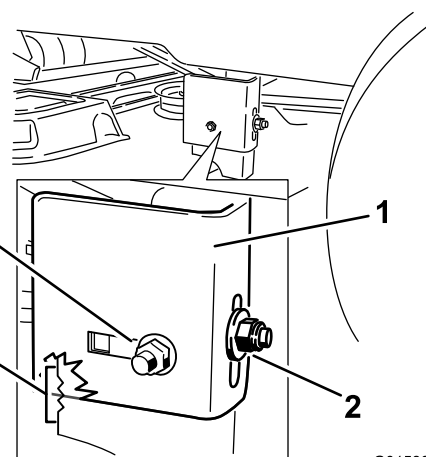
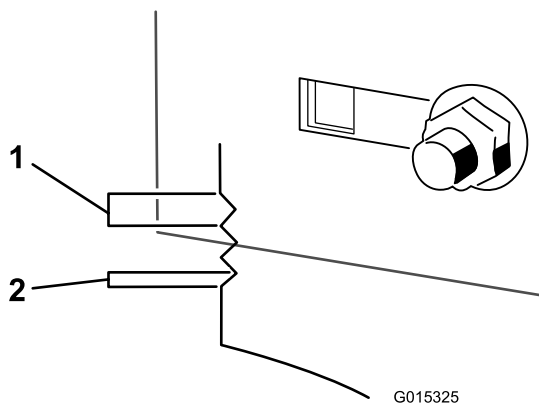

Figure 54
Figure 55
8. Desserrez l'écrou de blocage arrière sur le support (Figure 54).
9. Desserrez l'écrou de blocage latéral sur le support jusqu'à ce qu'il soit possible d'ajuster le support (Figure 54). Utilisez les crans du support soudé pour mesurer le réglage requis. La surface de chaque cran équivaut à 6 mm, tandis qu'un côté équivaut à 3 mm (Figure 55). Réglez le plateau de coupe à la hauteur voulue.
10. Arrêtez le plateau de coupe et vérifiez sa hauteur, puis serrez l'écrou de blocage latéral sur le support pour fixer cette nouvelle position (Figure 54). Serrez l'écrou de blocage arrière sur le support.